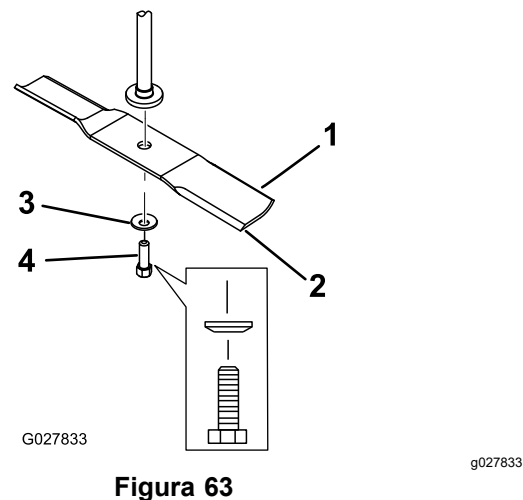

Figura 63
2. Retire del eje el perno de la cuchilla, la arandela curva y la cuchilla (Figura 63).
1. Instale la cuchilla en el eje (Figura 63).
2. Instale la arandela curva (con la copa hacia la cuchilla) y el perno de la cuchilla (Figura 63).